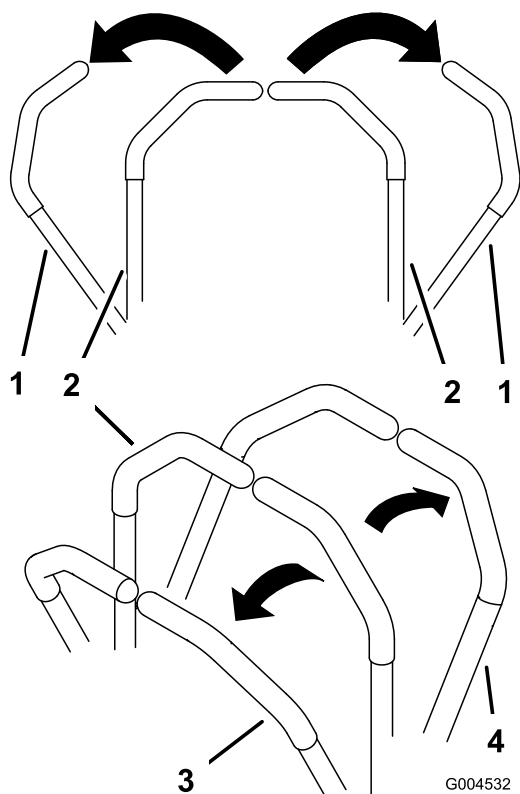

図 20
1. 走行コントロール・レバー(図 20) をニュートラル固定位置にセットする。
- ・ 前への直進走行：両方のレバーをゆっくりと前に押す (図 20)。
- ・ 後への直進走行：両方のレバーをゆっくりと後に引く (図 20)。
- ・ 旋回；両方のレバーを手前に引いて走行速度を落とし、曲がりたい方向と反対側のレバーを押す (図 20)。